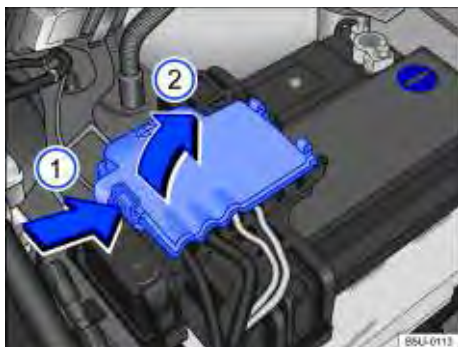

Fig. 190 Compartimento do motor: acesso ao terminal positivo da bateria.
- Abrir a cobertura do polo positivo. Para abrir pressionar a trava no sentido da seta ⇒ Fig. 190 , rebater a cobertura para o lado no sentido da seta .